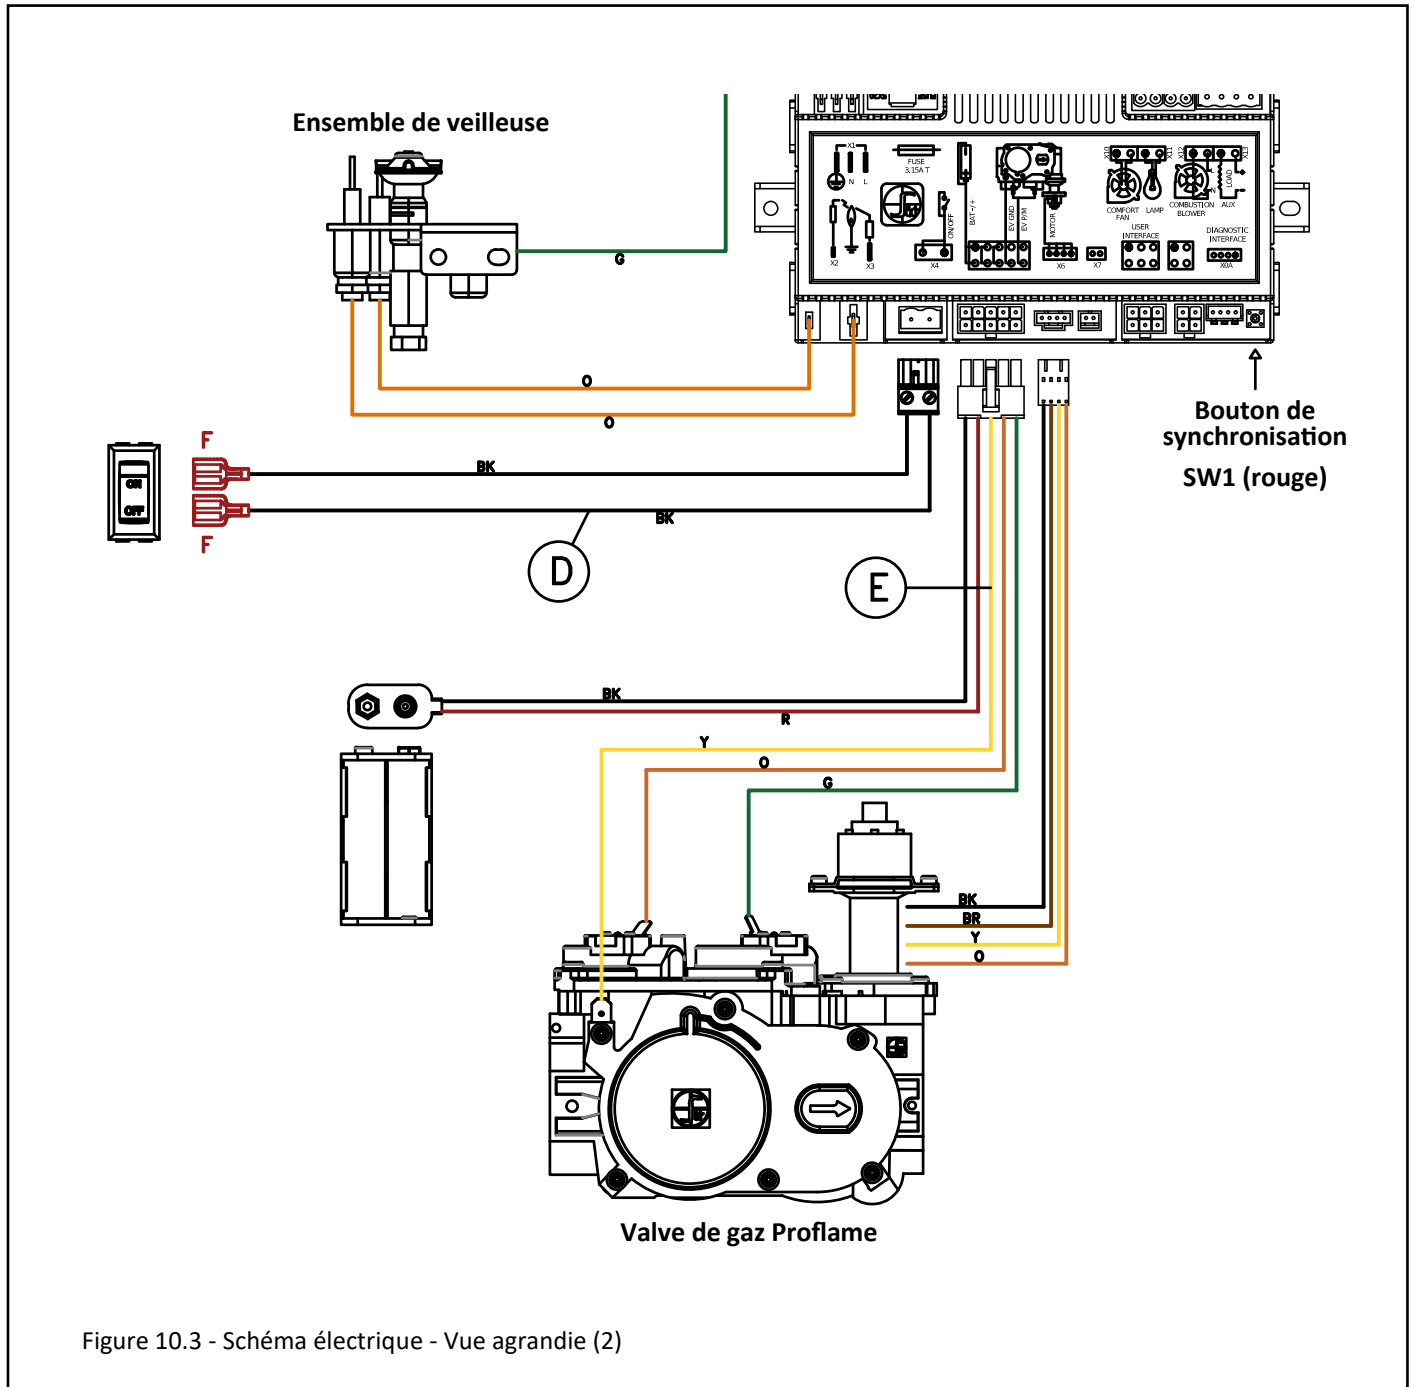

Figure 10.3 - Schéma électrique - Vue agrandie (2)
- La Figure 10.3 montre une vue agrandie du schéma de câblage. Cette figure montre l'ensemble de veilleuse, l'interrupteur à bascule On/Off, le bloc-piles de secours, la valve de contrôle de gaz et le bouton de synchronisation de télécommande (SW1).